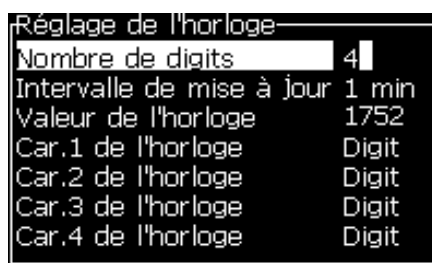

Figure 5-43 : Réglage Horloge
- 4 Configurez le format conformément à la Figure 5-43.